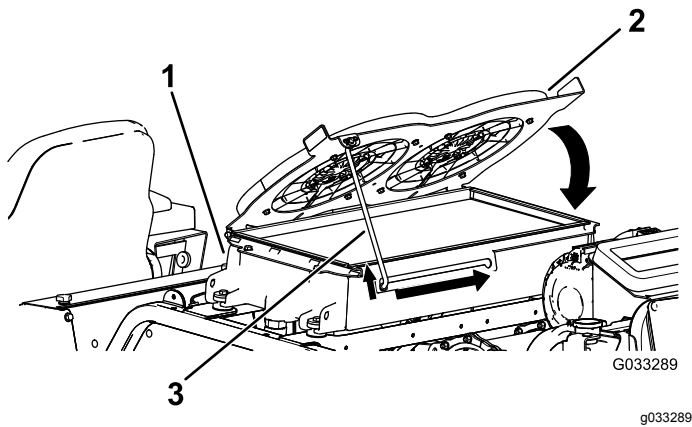

Bild 110
4. Drehen Sie die Hydraulikkühlventilatoren nach unten und arretieren Sie die Stützstange in der Kerbe (Bild 110).